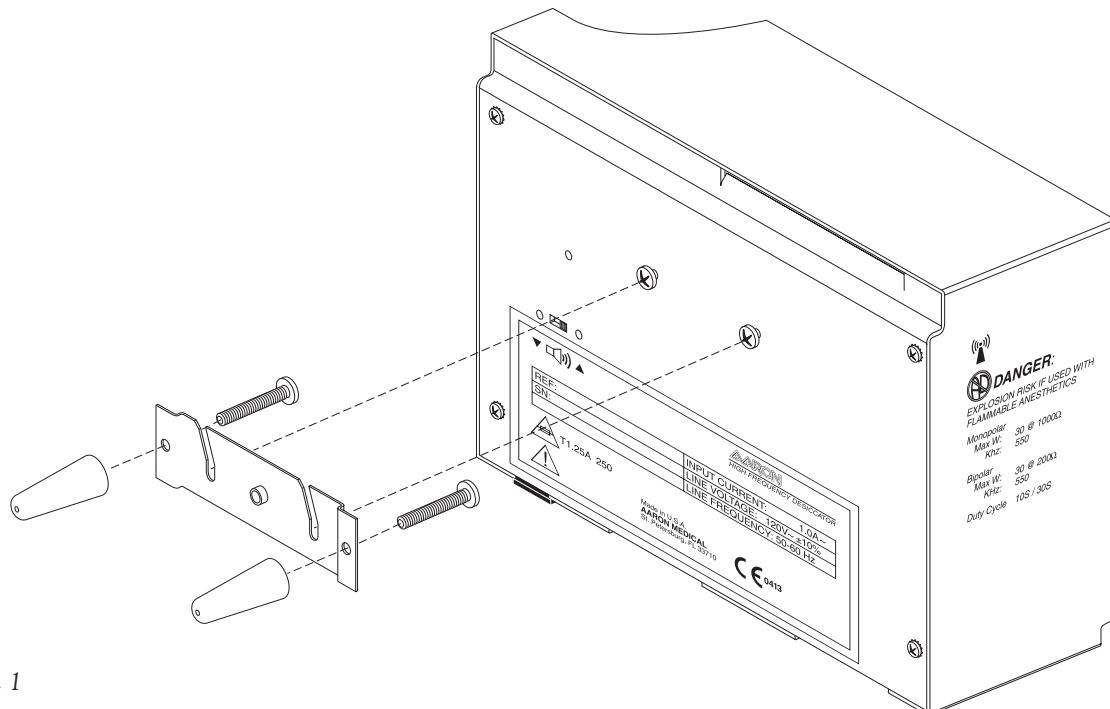

Figura 1
1. Montare l'essiccatore ad alta frequenza Aaron sulla parete o sul supporto mobile opzionale utilizzando il kit di montaggio standard (vedere figura 1). Non attivare l'unità in posizione orizzontale, in quanto potrebbero esserne versati liquidi nell'unità.